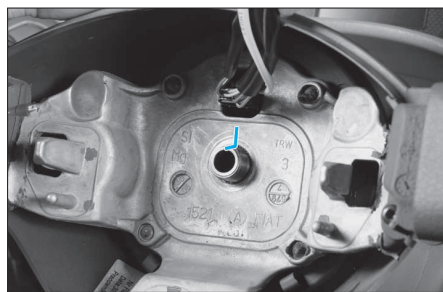

FIG. 2
- aligner les repères sur le volant et la colonne de direction (Fig.2).